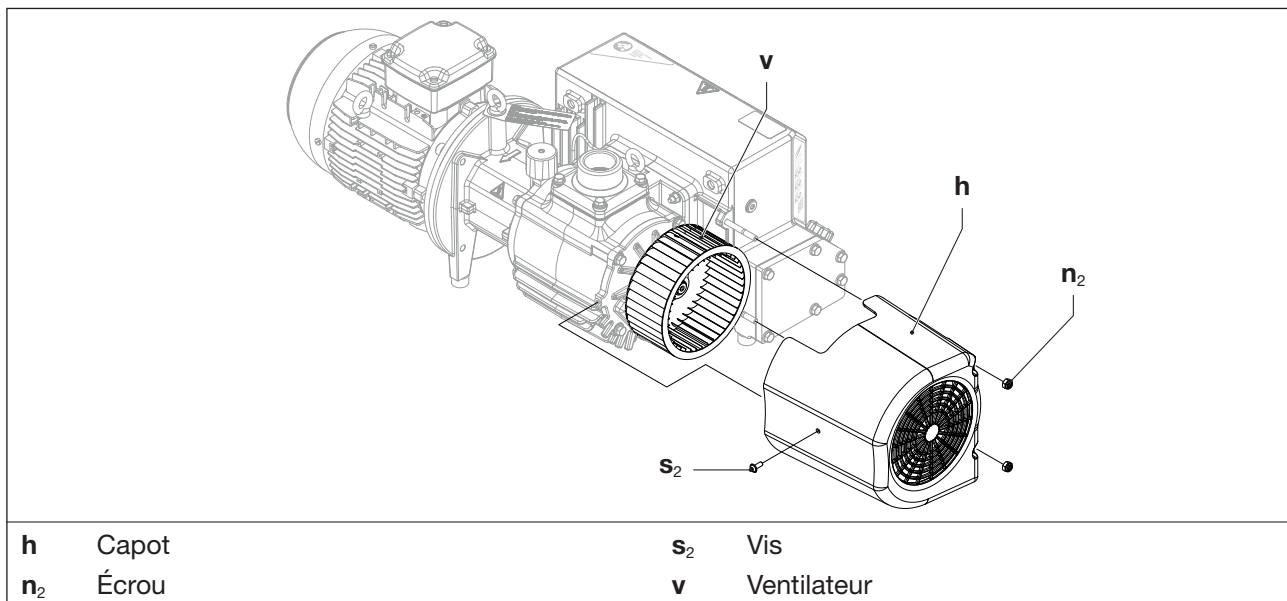

Fig. 9 Ventilateur
- Desserrez une vis (Fig. 9/s₂) et deux écrous (Fig. 9/n₂) sur le capot.
- Retirez le capot (Fig. 9/h) de la pompe.
- Nettoyez/nettoyez par soufflage le ventilateur (Fig. 9/v) et contrôlez s'il présente des dommages. Utilisez la machine seulement si le ventilateur est en parfait état du point de vue technique.
- Nettoyez / nettoyez par soufflage les fentes d'aération sur le capot (Fig. 9/h).
- Remontez le capot sur la pompe et fixez-le avec la vis (Fig. 9/s₂) et les écrous (Fig. 9/n₂). Couple de serrage : 5 Nm